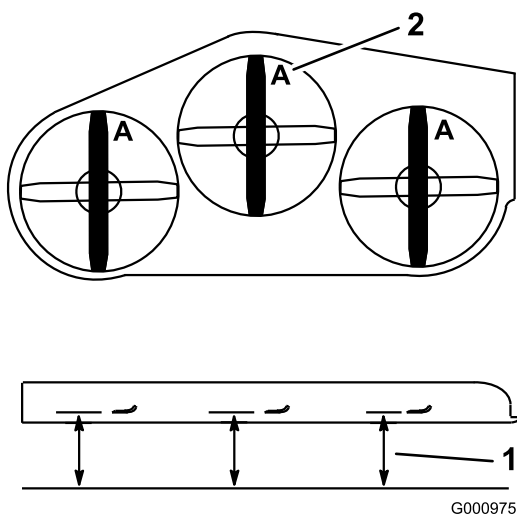

Figura 87
3. Con la macchina su una superficie piana, posizionate una lama longitudinalmente. Misurate al punto A e da una superficie piana fino al tagliente della punta della lama (Figura 87).